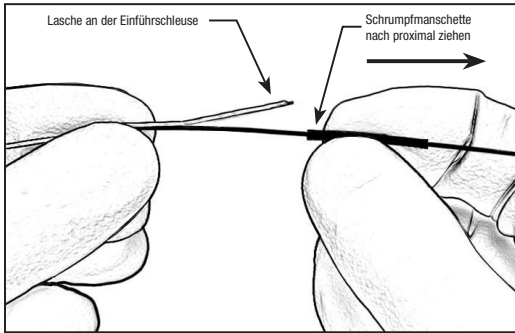

Abbildung 3 – Schrumpfmanschette proximal ziehen
17. Das Produkt knapp distal zur Schrumpfmanschette halten und die Schrumpfmanschette nach proximal ziehen, um die Lasche der Einführschleuse freizulegen. (siehe Abbildung 3).